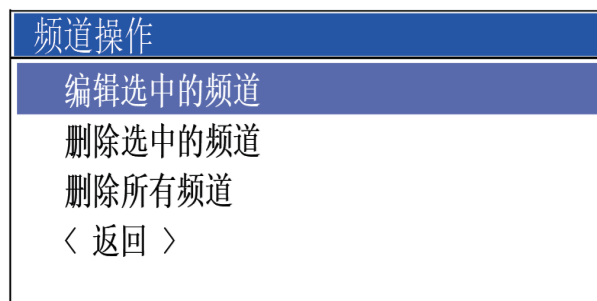

图6.2.1
- b: 选择需要编辑的频道号码, 然后按【确认】键打开频道操作对话框, 如图6.2.1所示, 选择<编辑选中的频道>, 按【确认】键打开编辑对话框。